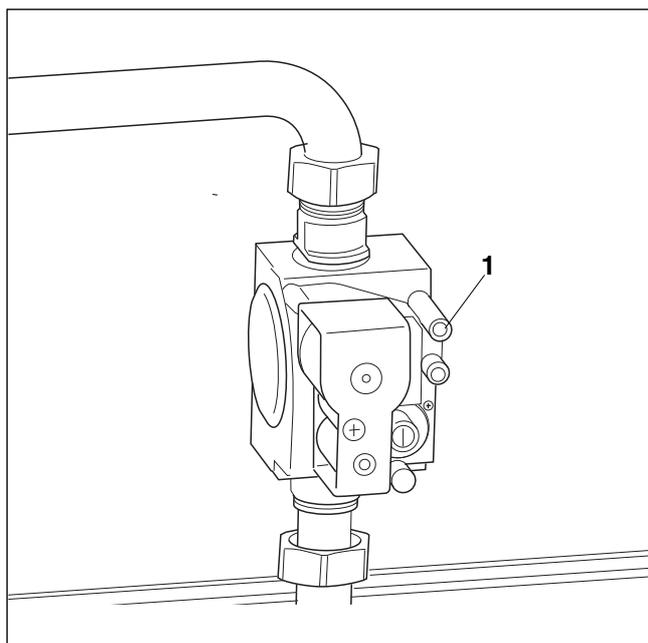

Рис. 27 Газовая арматура "SIT" 840 Sigma
- ▶ На два оборота открутить запорный винт ниппеля для контроля подаваемого давления газа и удаления воздуха (→ рис. 27, [1]).
- ▶ Осторожно закрутить ниппель (→ рис. 27, [1]).